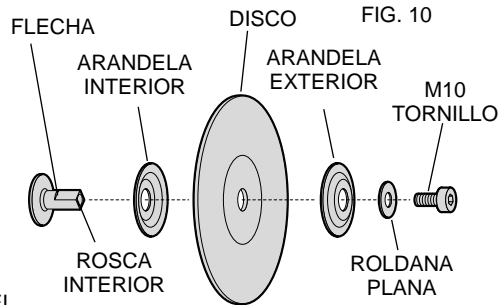

FIG. 11
1. Perfore cuatro barrenos de 7,9 mm (5/16") en la superficie de trabajo. (fig. 11).